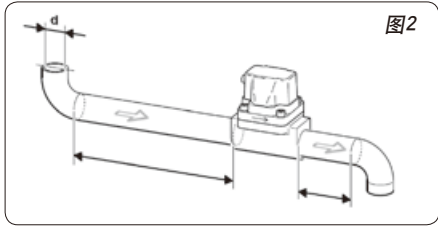

图2
3、为了避免扰动，监控器前后要求有相应得直管段，否则监控器的显示不准。（见图2）